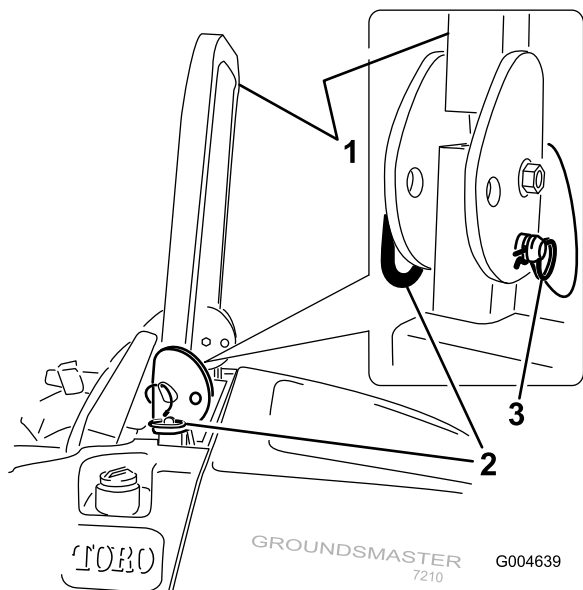

Figura 12
1. Per abbassare il roll bar, togliete le coppiglie, spingete in avanti il roll bar contro le molle e togliete le 2 spine (Figura 12).
3. Montate le 2 spine e fissatele con le coppiglie (Figura 12).
4. Per alzare il roll bar rimuovete le coppiglie e le 2 spine (Figura 12).
5. Alzate completamente il roll bar e montate le 2 spine, quindi fissatele con le coppiglie (Figura 12).